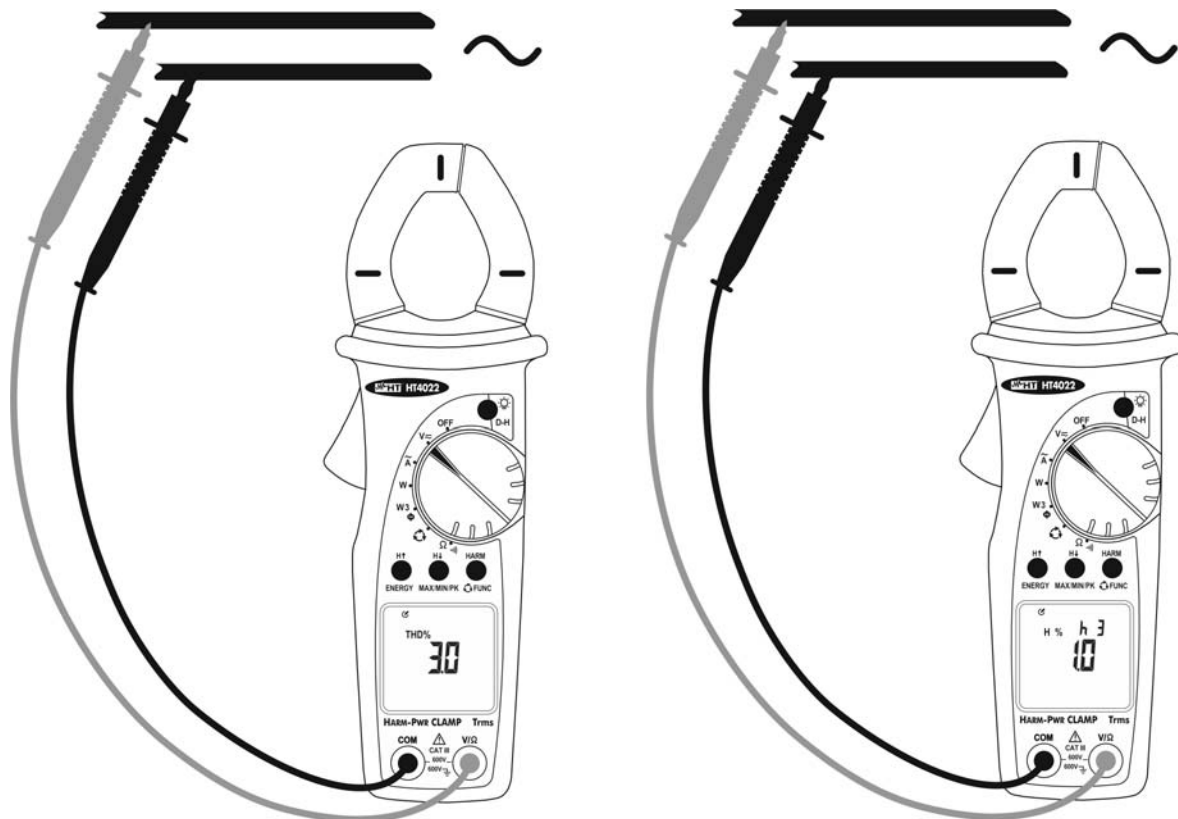

Fig. 6 : Mesure d'analyse harmonique de la tension AC
4. Positionner les embouts sur les points désirés du circuit sous test (voir Fig. 6). L'instrument affiche le symbole « **THD%** » correspondant à la mesure en pourcentage de la Distorsion harmonique totale pour la tension sous test (pour la signification des grandeurs mesurées voir la § 8)